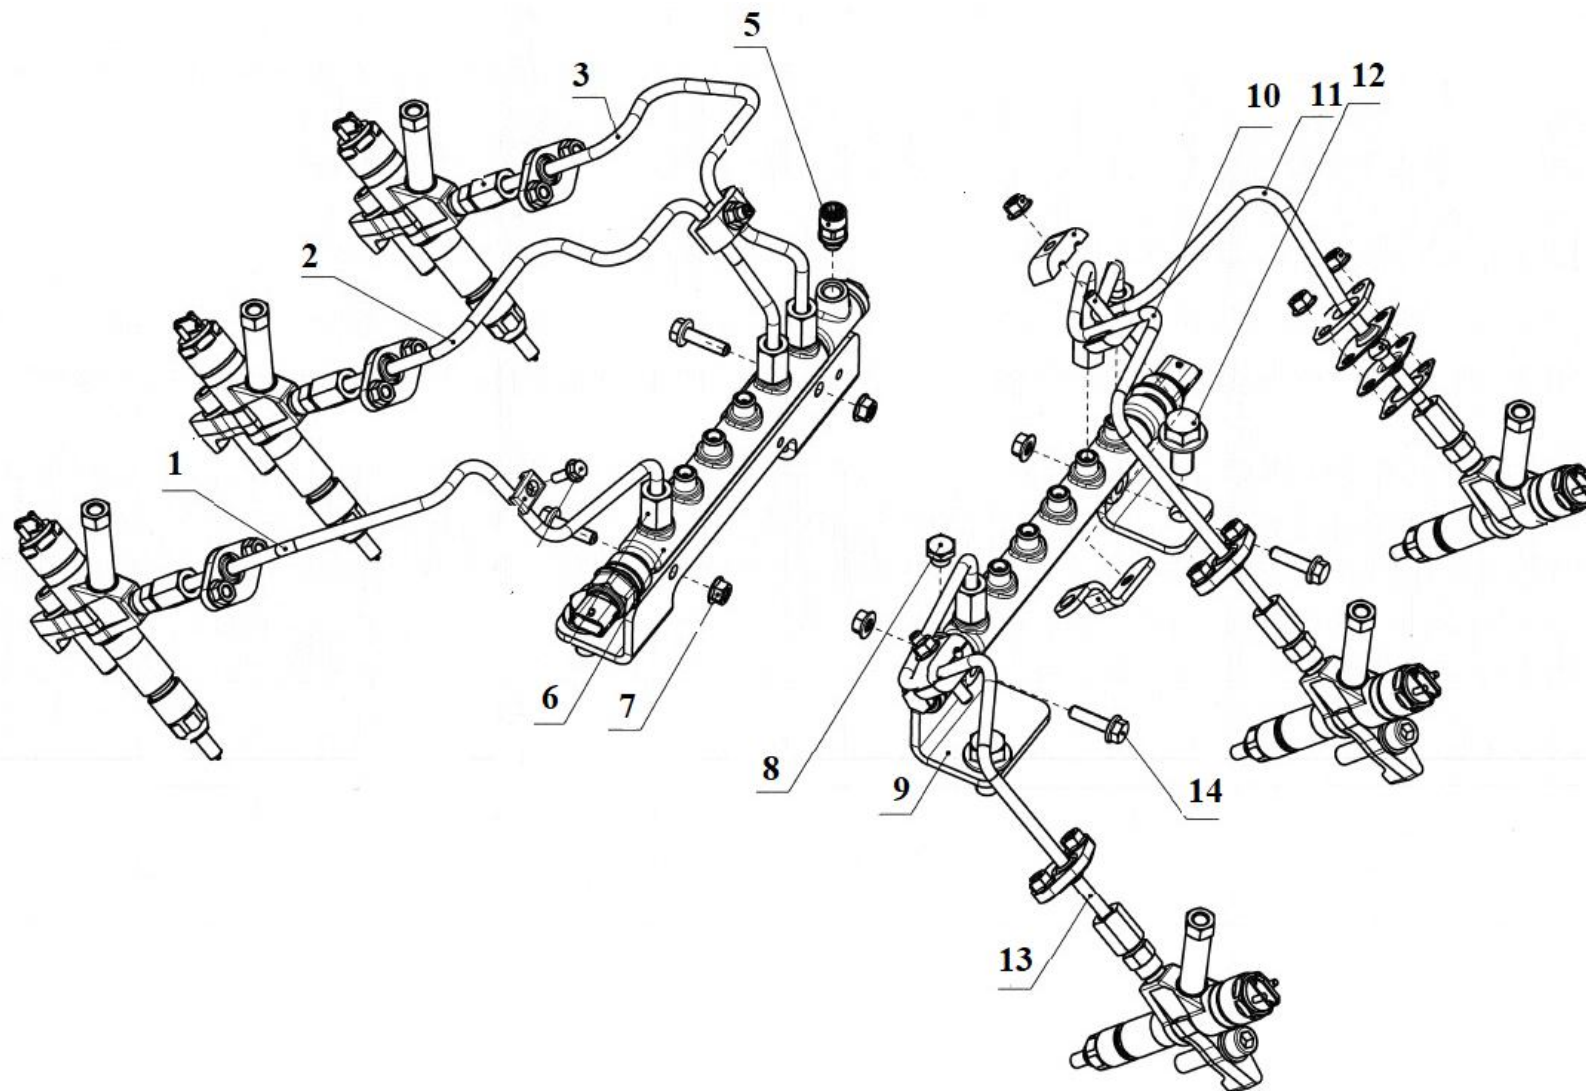

Рис. 1. Установка кронштейнов, рамп и трубок высокого давления
2. Фитинг прямой 651.1104282-10 (Рис. 1 п.5) – от 18 до 22 Нм
3. Пробка 316182-П29 (Рис. 1 п.8) – от 39,2 до 54,92 Нм
4. Гайка 8.9301 (Рис. 1 п.7) – от 21,57 до 24,54 Нм
5. Болт 9.1339 (Рис. 1 п.12) – от 108 до 157 Нм